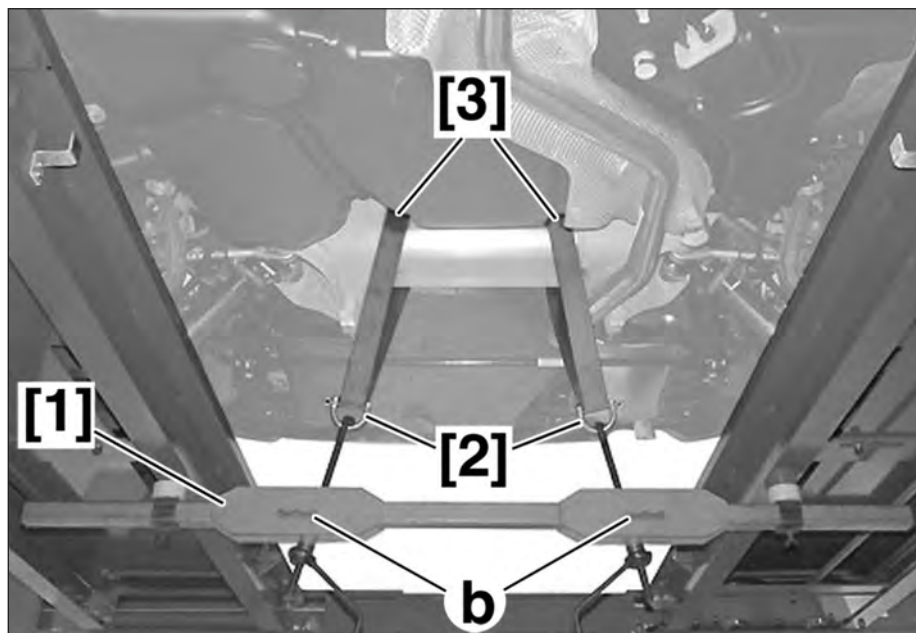

FIG.2
- Engager 2 sangles [3] équipées des manilles [2] autour de la traverse arrière (Fig.2).